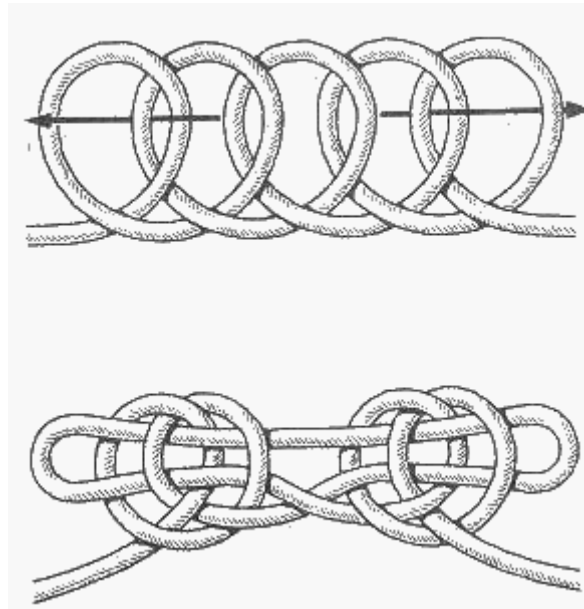

Рис. 114. Олимпийский узел
**Олимпийский узел** (рис. 114). Его назвали олимпийским потому, что он получается из пяти колец. Это старинный морской узел времен "золотого века паруса" - расцвета чайных, опиумных и шерстяных клиперов. На английском морском языке название этого узла весьма сентиментально - "Два сердца, бьющиеся как одно". Несмотря на кажущуюся на первый взгляд громоздкость узла, вяжется он не сложнее топового (см. рис. 80). Олимпийский узел надежен и конкретно отвечает своему прямому назначению — укоротить на время трос.